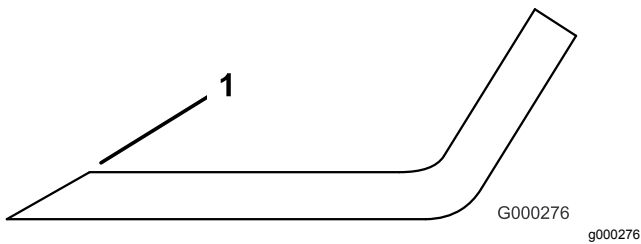

Bild 105
3. Prüfen Sie die Schnittkanten aller Messer und schärfen die Kanten, wenn sie stumpf sind oder Kerben haben (Bild 105).
Hinweis: Schärfen Sie nur die Oberseite der Schnittkante und behalten Sie den ursprünglichen Schnittwinkel bei, um die Schärfe des Messers zu gewährleisten (Bild 105). Das Schnittmesser bleibt ausgewuchtet, wenn von beiden Schnittkanten die gleiche Materialmenge entfernt wird.